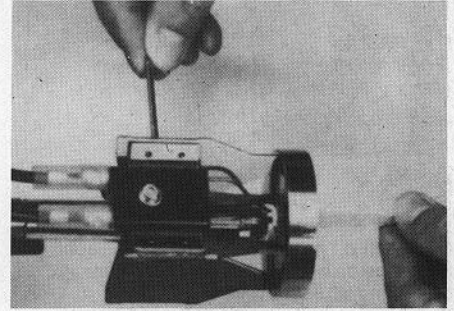

Abb. 30
2. Inbusschraube M4 lösen (Abb. 30).